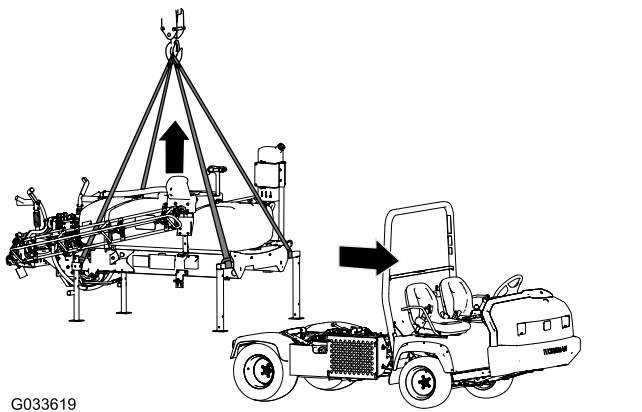

Bild 138
1. Senken Sie die Ausleger auf ca. 45° ab und schwenken Sie sie nach vorne (**Bild 138**).
5. Befestigen Sie die Hebevorrichtung an den horizontalen Rohren der vorderen Stützböcke und der vertikalen Strebe der hinteren Stützböcke (**Bild 138**).
7. Heben Sie das Behältergestell so weit an, dass das Gestell nicht die Maschine berührt (**Bild 138**).